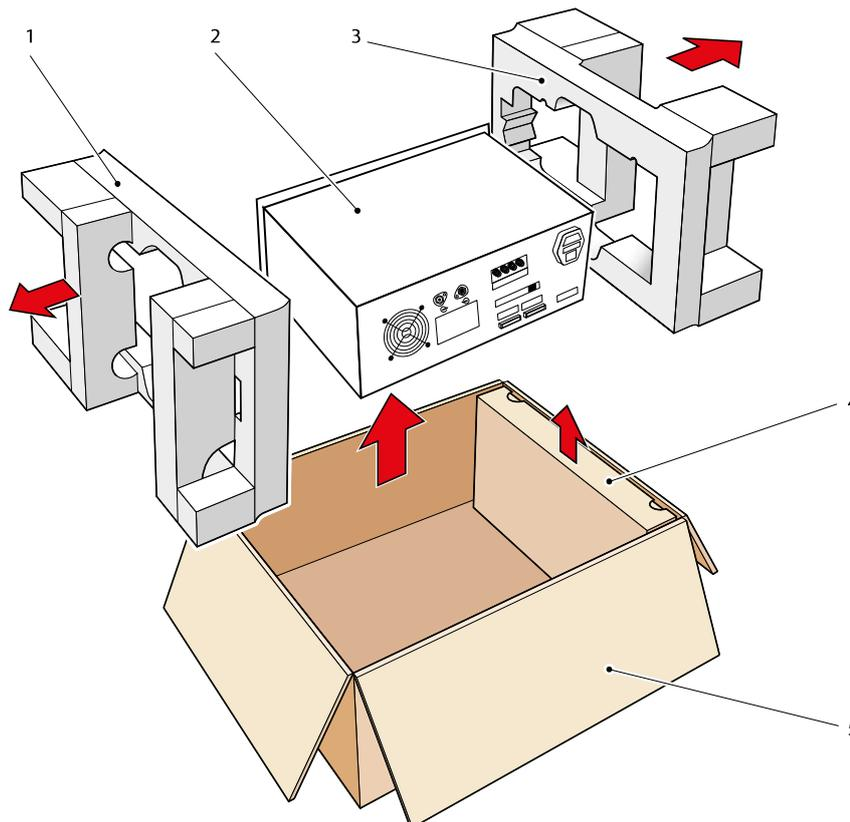

Abbildung 3 S8000-Verpackung
Öffnen Sie den Karton (5) und packen Sie den Inhalt vorsichtig aus (siehe Abbildung 3):
1. Nehmen Sie die Schachtel mit dem Zubehör (4) heraus.
2. Heben Sie das Gerät (2) zusammen mit den beiden Verpackungshaltern (1) + (3) heraus.
3. Entfernen Sie die beiden Verpackungshalter (1) + (3) und legen Sie das Gerät an einer für die Installation geeigneten Stelle ab.